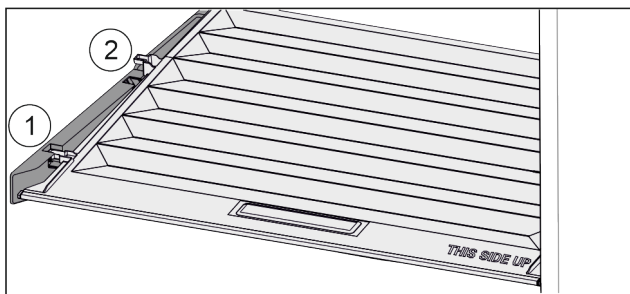

Fig. 113
- ▶ Deckel bis zur Öffnung in den Halteteilen nach vorne ziehen Fig. 113 (1).
- ▶ Hinten von unten anheben und nach oben wegnehmen Fig. 113 (2).